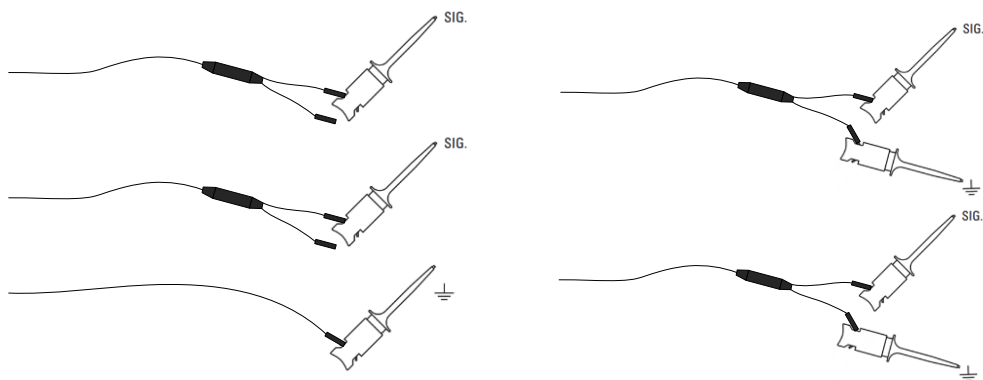

图 2-4
4) 根据测量需求，连接通道至被测信号。对于低频信号 ($<5\text{MHz}$)，可以仅连接被测信号和一个公共地信号（图 2-4 左），对于高频信号，建议每个通道单独接地，以获得最佳的信号完整性（图 2-4 右）。